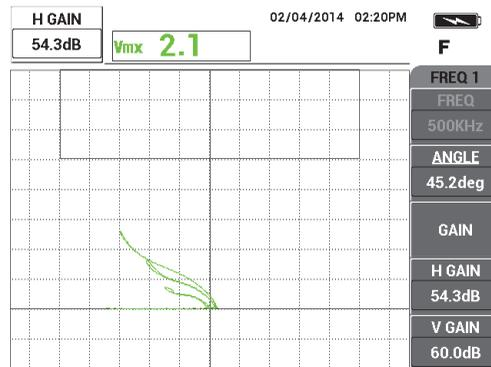

図 5-5 水平ゲインの調整
- ゲインキー (**dB**) を2回押して **H ゲイン** を画面の左上に表示し、より大きいノッチの信号が十字線から3目ほど離れるまでノブを回して水平ゲインを減少させます (132 ページの図 5-5 を参照)。